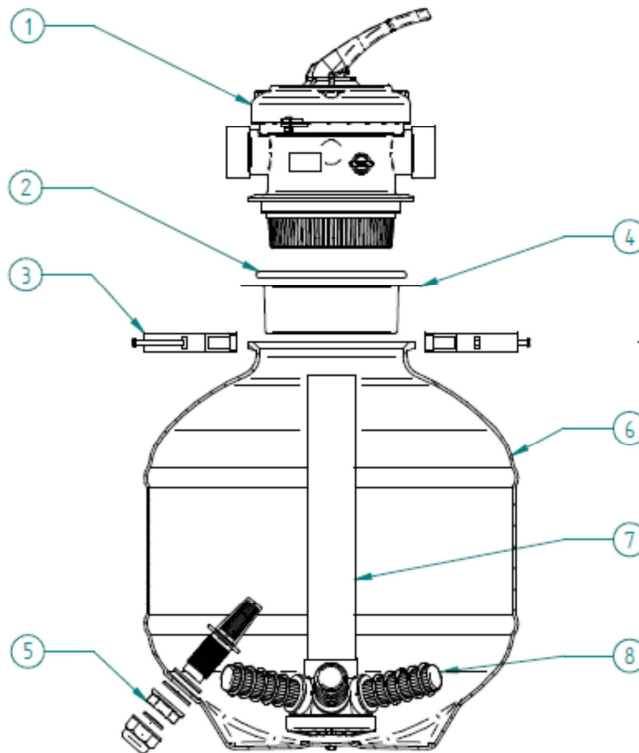
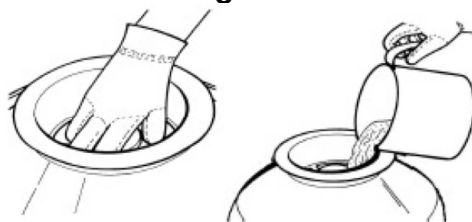

Fig. 14
Fig. 15
3. Den beiliegenden Trichter (Fig. 14, #4) auf die Kesselöffnung stellen und dabei beachten, dass das Rohr abgedeckt ist, dann den Kessel mit *Filtermedium* (Quarzsand nicht dabei füllen, Fig. 15).